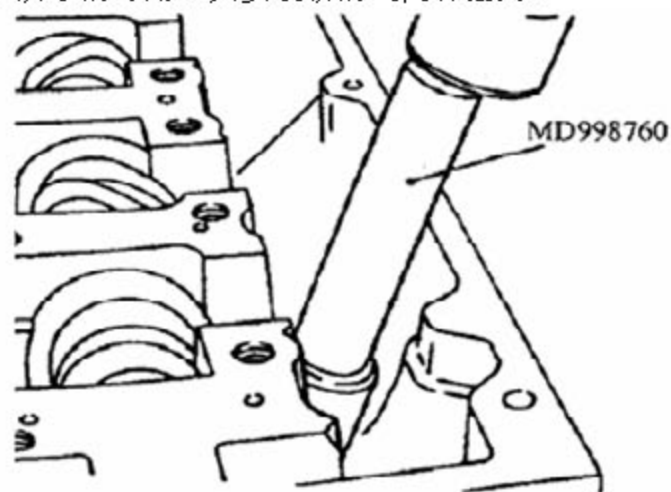

图 3-29
B). 用如图 3-29 所示的专用工具安装新的气门杆油封。